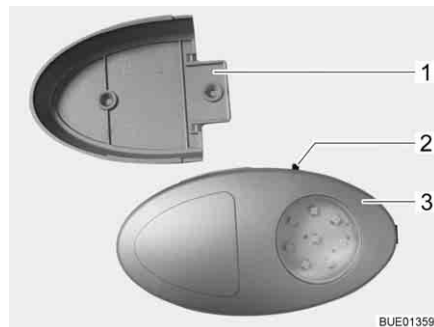

Fig. 64 Luce armadio guardaroba
- ▷ È possibile estrarre la luce armadio guardaroba dal supporto a vite (Fig. 64,1) e utilizzarla come torcia elettrica.
L'interruttore di accensione/spengimento (Fig. 64,2) è montato direttamente sulla luce armadio guardaroba (Fig. 64,3).